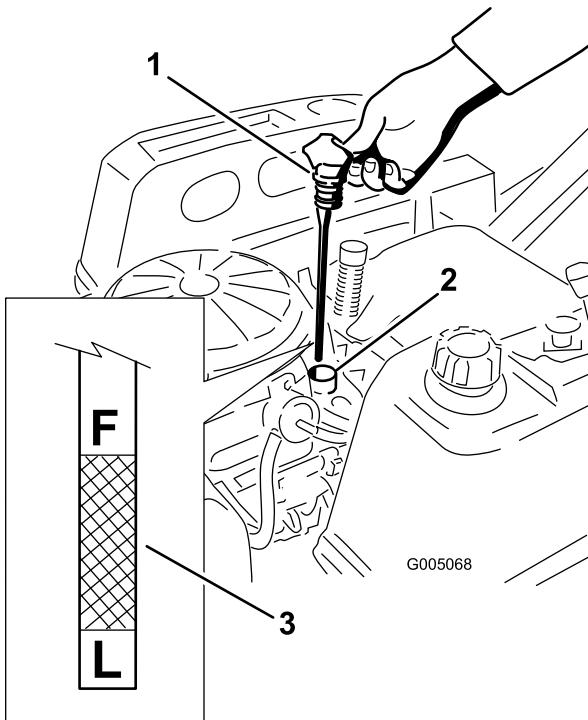
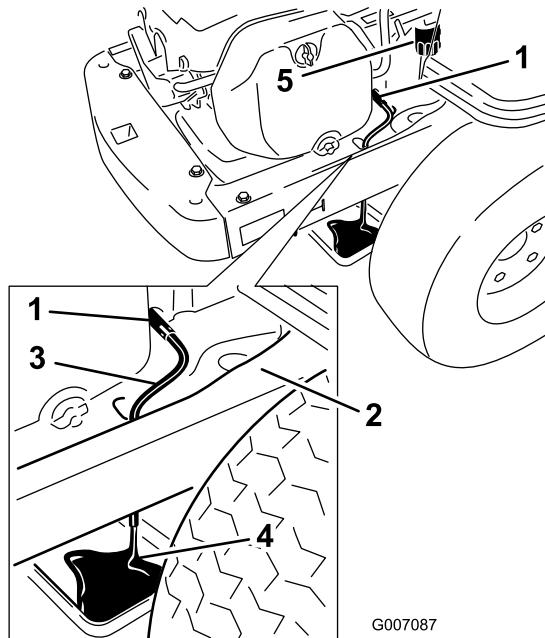

Bild 32
Bild 34
4. Ziehen Sie den Fülldeckel bzw. den Peilstab heraus und wischen Sie das Öl ab. Setzen Sie den Peilstab wieder ein und drücken Sie ihn richtig rein (Bild 32).
5. Nehmen Sie den Peilstab heraus und prüfen Sie den Ölstand (Bild 32). Der Ölstand sollte an aber nicht über der F-Markierung am Peilstab liegen.
6. Stellen Sie eine Wanne direkt unter den Ölablassschlauch unter die Maschine, wie in Bild 34 dargestellt.
7. Drehen Sie das Ablassventil um eine Vierteldrehung nach links, um es zu öffnen, damit das Öl ablaufen kann (Bild 34). Nehmen Sie den Oleinfüllstutzendeckel/Peilstab ab (Bild 32).
9. Nehmen Sie den alten Filter heraus und wischen Sie das Befestigungspolster ab (Bild 34).
10. Schließen Sie das Ablassventil, sobald alles Öl abgelaufen ist. Entfernen Sie den Ölablassschlauch und wischen Sie Ölreste vom Rahmen ab (Bild 34).
14. Gießen Sie ca. 80 % der angegebenen Ölmenge langsam in den Einfüllstutzen (Bild 32).
15. Stecken Sie den Ölfülldeckel und Peilstab wieder fest ein (Bild 32).
16. Prüfen Sie den Ölstand (Bild 32); siehe Prüfen des Ölstands“.
18. Stecken Sie den Ölfülldeckel und Peilstab wieder fest ein (Bild 32).